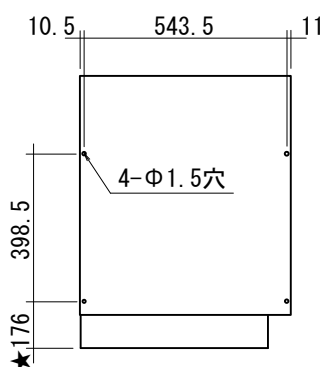

図13-8
- ①トールキャビネット側板の所定の位置にΦ1.5の穴(深さ5mm程度)を加工してください。(図13-8)